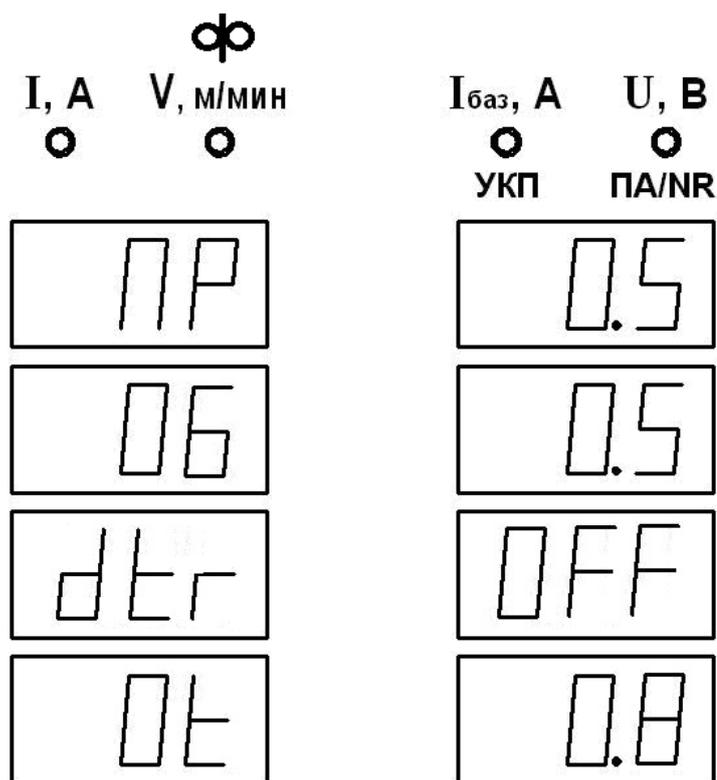

Рисунок 3 – Варианты индикации вспомогательных параметров (tпр, тоб, dtr, totк) при dtr = OFF
В режиме ожидания при длительном удержании левого энкодера (4) более трех секунд в нажатом состоянии осуществляется переход к настройкам вспомогательных параметров: времени продува (tпр) с диапазоном регулирования от 0 до 1 с, времени обдува (тоб) с диапазоном регулирования от 0 до 1 с, диаметра сварочной проволоки (dtr) со значениями OFF; 0,6; 0,8; 1,0; 1,2; 1,6; 3,2 и времени отключения источника (totк) с диапазоном регулирования от 0 до 1 с. При этом на левом средстве контроля (3) отображается наименование параметра, на правом – его регулируемое значение, светодиоды «I» и «V» - не горят (рисунок 3). Установка значения параметра производится вращением правого энкодера (10). Переход к следующему параметру осуществляется нажатием на левый энкодер (4). Если в течение десяти секунд не производится изменение вспомогательных параметров, то индикация возвращается к отображению основных параметров. Время отключения источника (totк) отображается только тогда, когда параметр dtr выставлен в положение OFF.